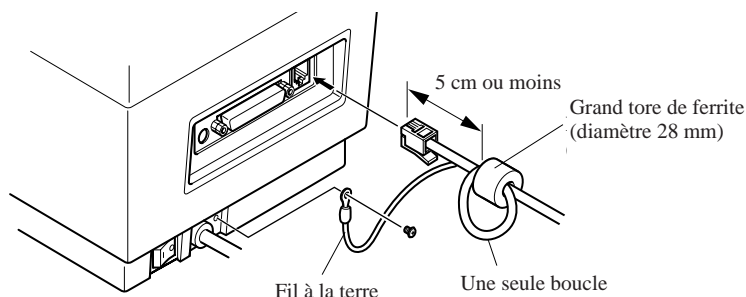

Fig. 3-5
- Serrer le grand tore de ferrite au câble d'interface en suivant la même procédure que celle du tore de ferrite du câble d'interface. Dans le cas du tore de ferrite du câble de périphérique, il faut toutefois faire une boucle avec le câble de la manière indiquée à la Fig. 3-5.